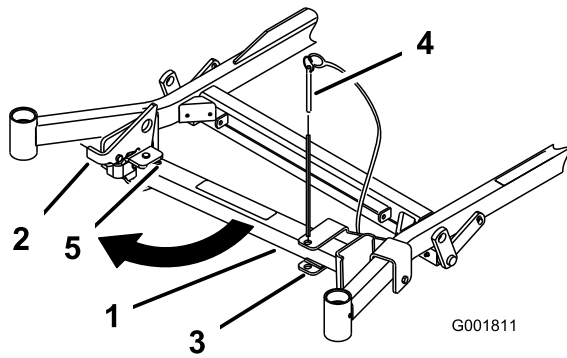
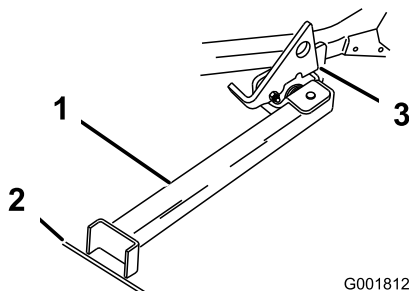

Figura 46
Figura 47
2. Retire el pasador del soporte (Figura 46).
4. Gire el pie del soporte hacia adelante, y deslice el soporte hacia la máquina, hasta que encaje en la parte de abajo de la ranura (Figura 46 y Figura 47).
5. Ponga el pie del soporte en el suelo con el enganche descansando sobre la pestaña de giro (Figura 47).
Nota: Para obtener los mejores resultados, coloque el pie del soporte en una ranura de la acera o en el césped (Figura 47).
7. Conduzca la máquina sobre el soporte. Pare cuando el enganche caiga por encima de la pestaña a la posición bloqueada (Figura 47).
5. Ponga el soporte de nuevo en su posición de descanso (Figura 46).